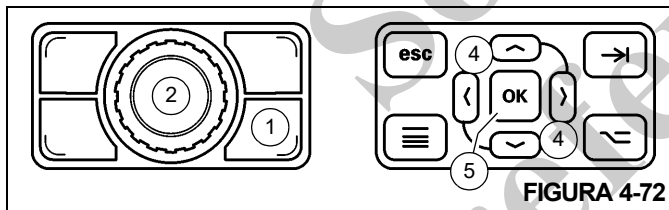
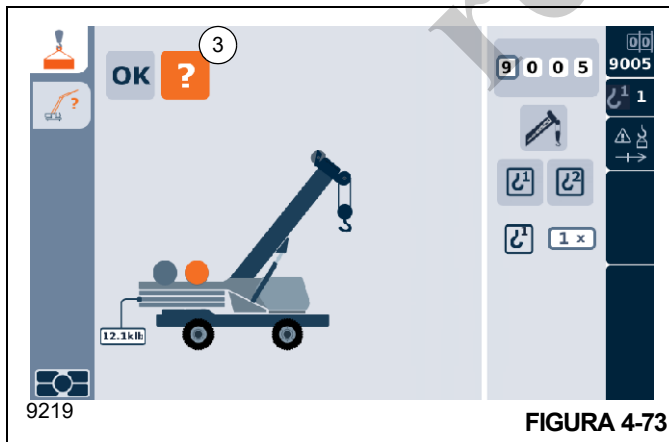

FIGURA 4-72
FIGURA 4-73
- Oprija el botón de cambio de pantalla (1, Figura 4-72) en el cuadrante selector para seleccionar el control de pantalla del RDM.
- Use el cuadrante selector (2, Figura 4-72) para seleccionar el icono de asistente de configuración (3, Figura 4-73) (el icono se tornará naranja), luego oprima el cuadrante selector (2).
- Use los botones de flecha (4, Figura 4-72) en el panel de control de navegación en el RDM para seleccionar el icono de asistente de configuración (3, Figura 4-73) (el icono se tornará naranja), luego oprima el botón OK (5).